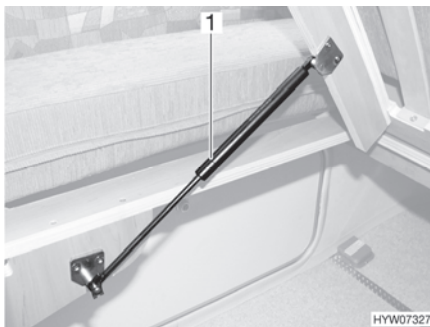

Fig. 118 Letto fisso
- Sollevare il telaio portamaterasso. Le molle a gas (Fig. 118,1) mantengono il telaio portamaterasso in posizione di apertura.